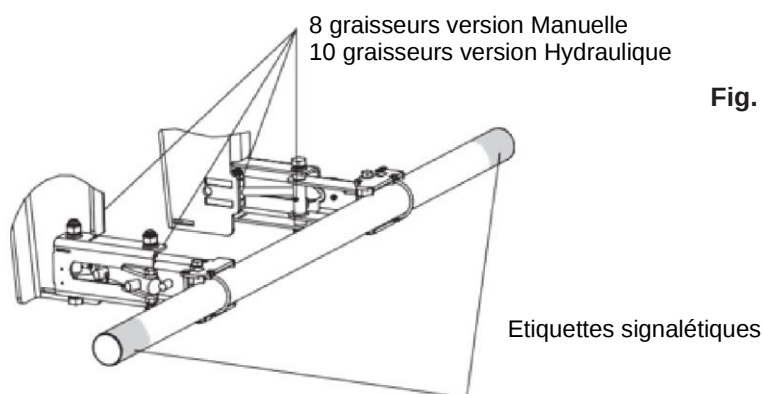

Fig. 16
- Coller les étiquettes signalétiques sur le produit (voir fig. 16).